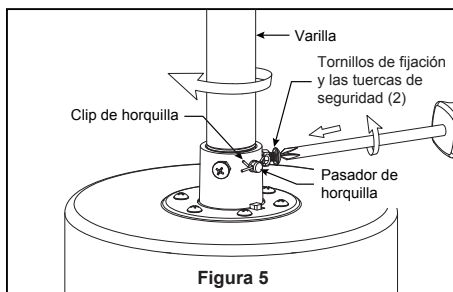

Figura 5
- ☐ 5. Coloque el soporte de la varilla y alinee los orificios de la clavija de horquilla en ambas piezas. Instale la clavija de horquilla y asegúrela con la pinza de horquilla. Fije los dos tornillos de presión y las tuercas de seguridad en el soporte de la varilla interior. Fije con seguridad el set de tornillos con el destornillador y luego fije bien las tuercas con una llave hexagonal. (Figura 5)
- ☐ 4. Una vez haya hecho las conexiones, coloque los cables hacia arriba y empújelos cuidadosamente hacia dentro de la caja de la toma de corriente, poniendo los cables blancos y verdes a un lado de la caja y los negros hacia el otro lado. Los cables deben ser colocados de forma extendida poniendo el conductor de la toma de tierra y el conductor de toma de tierra del equipo a un lado de la caja, colocando el conductor sin toma de tierra en el otro lado de la caja. (Figura 5)
- ☐ 5. Instale la unidad de luz LED en la carcasa de interruptor mediante los dos chaveteros. Vuelva a colocar el tornillo extraído en el Paso 3 y asegure los tres tornillos. (Figura 5)